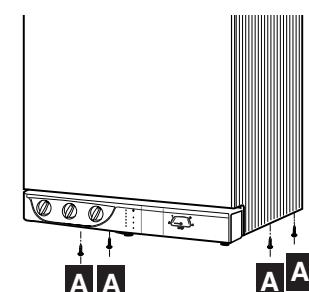

Abb. 9
- die 4 Befestigungsschrauben **A** der Verkleidung abschrauben (Abb. 9)